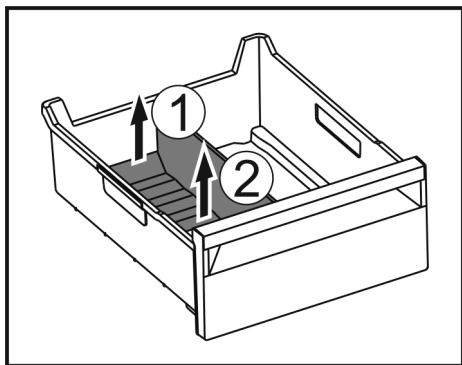

Fig. 147
- ▶ Lyft upp frysfacksdelarens bakre del. Fig. 147 (1)
- ▶ Ta ut frysfacksdelaren uppåt. Fig. 147 (2)